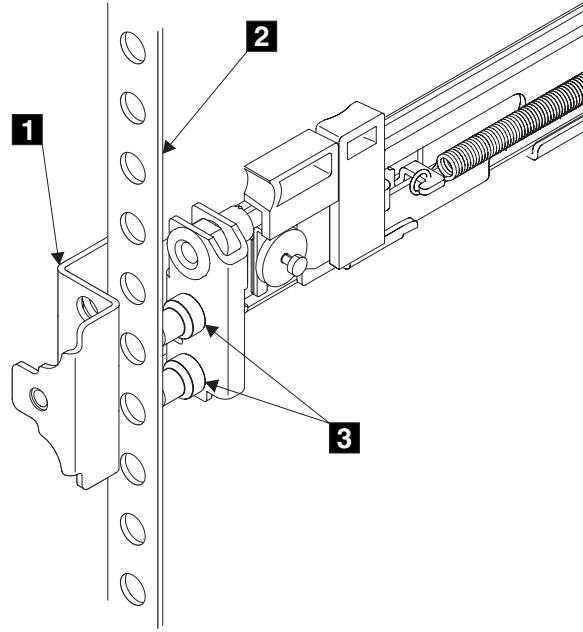

图 30. 安装导轨前端
11. 将左边导轨的前端放在机架机箱上。将前支架 **1** (第 27 页的图 30) 的顶部与机架上必需的 EIA 标记对齐。